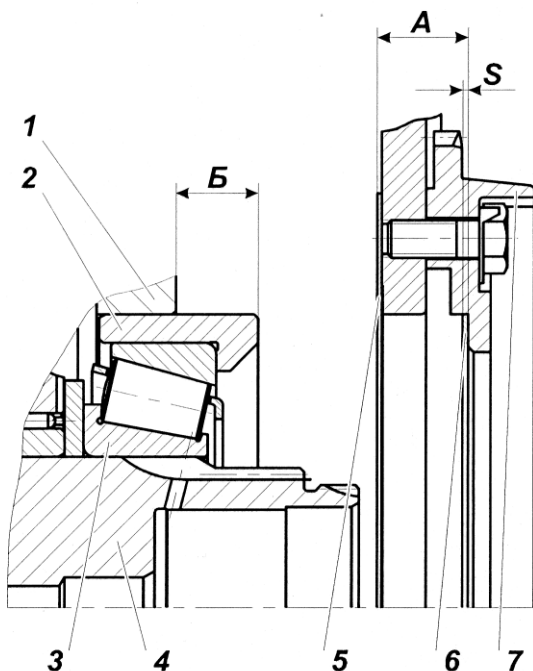

Рисунок 98:
3.3 Замерить абсолютные величины размеров А (между торцами зубчатой муфты и уплотнительной прокладкой) и Б (между торцами картера и гнезда подшипника) рис. 98.
4 Демультипликатор с установочными прокладками, подобранными по п. 3, пристыковать к картеру коробки передач, обеспечив затяжку болтов крепления демультипликатора к коробке передач с  $M_{кр}=215,74...274,5 \text{ Н}\cdot\text{м}$  (22...28 кгс·м). Перед установкой демультипликатора на уплотнительную прокладку 5 (рис. 98) с обеих сторон нанести герметик УГ-9 ТУ 6-01-1326-86 или УГ-6 ТУ 6-01-1285-84 непрерывной полосой шириной 2...3 мм по контуру.